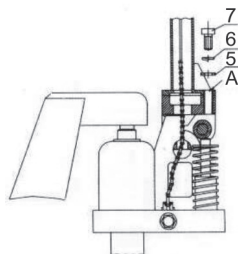

Fig. 3 – Paso 2
- Posicione los tornillos (7) en los agujeros (A), apretando apropiadamente con el auxilio de una llave estrella o llave de punta, ver fig. 3;